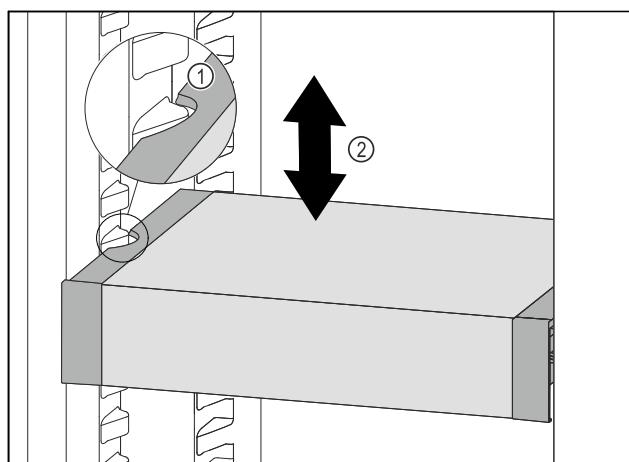

Fig. 127
- ▶ Trekk VarioSafe forover, til utsparingene på sidene av VarioSafe er på nivå med rillene i kjøleskapet. Fig. 127 (1)
- ▶ Flytt VarioSafe oppover eller nedover i kjøleskapet, til ønsket høyde er nådd. Fig. 127 (2)